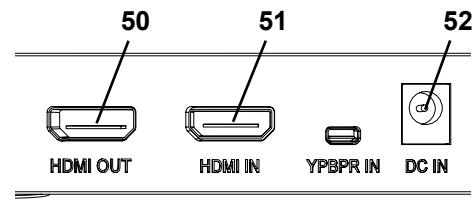

Fig. 35
- ⇒ Pressione o botão REC (56, Fig. 35) no HDMI Video-Recorder.
- ♦ O LED de sinal (55, Fig. 35) acende-se vermelho.
⇒ Conecte o cabo do microfone do headset (conector rosa) na conexão MIC IN (54, Fig. 35) (identificada a rosa).